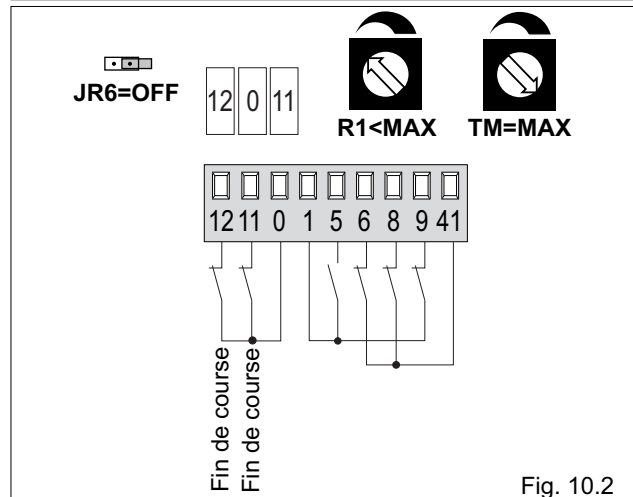

Fig. 10.2
- (Fig. 10.2) relier les contacts N.C. des fins de course d'ouverture et de fermeture aux bornes 0-11-12.